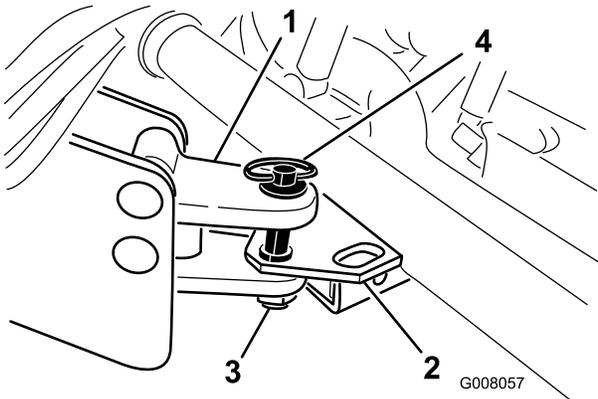

図 18
2. プロセッサのヒッチ・トングの高さをワーカーの牽引ヒッチと同じ高さに調整する図 18。コア・プロセッサのフレームが後ローラに載った状態で、フレームが地表面に対して水平になっていることが必要である。
3. ヒッチ・ピンとリンチ・ピンを使って、プロセッサのヒッチをワーカーのヒッチに接続する図 18。